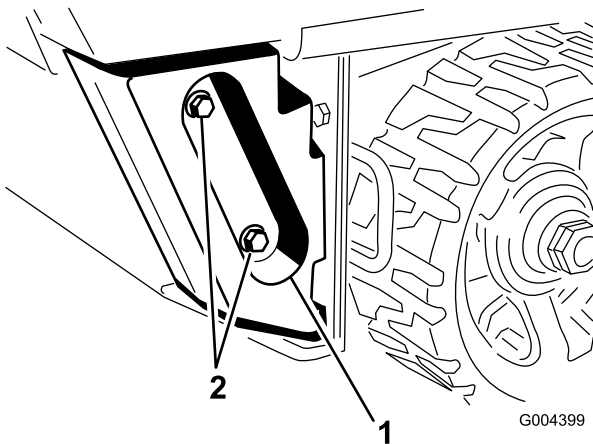

Bild 1
3. Wenn Sie das Kit an einer Zugmaschine der Serie TX 400 montieren, müssen Sie das Gegengewicht und die Befestigungen vom Heck der Zugmaschine entfernen und sie an einem sicheren Ort aufbewahren (Bild 1)